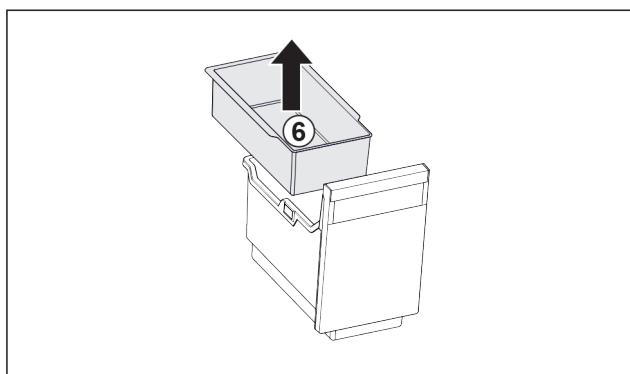

Fig. 90
- ▶ Tag holderen i døren Fig. 90 (6) ud.